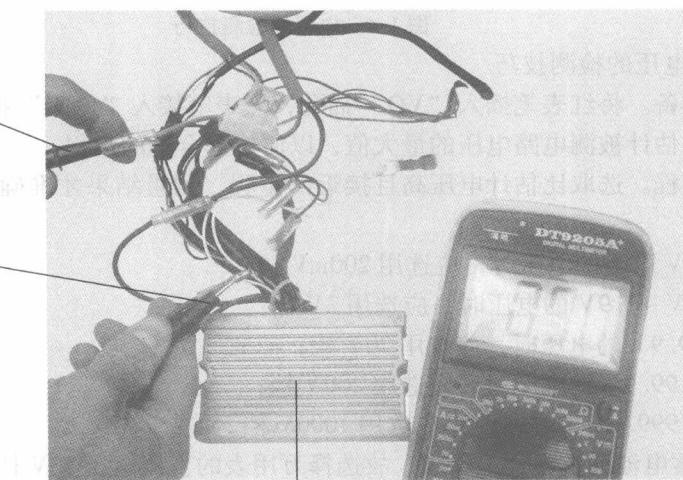

图 1-6 直流电流的检测技巧
④ 测量。将被测电路断开，红表笔接在高电位端，黑表笔接在低电位端（即将万用表串联在电路中），万用表显示屏显示的数值，即是被测电路中的电流值，检测技巧如图 1-6 所示，如档位在 200mA 位置，读数为 128.4，则实际读数为 128.4mA。